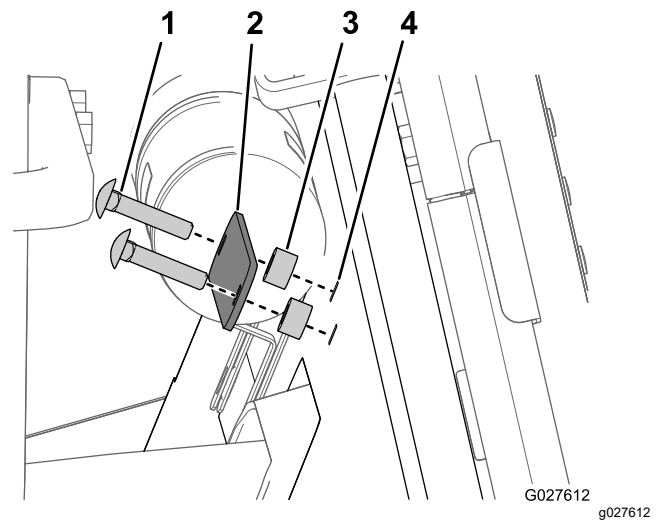

Bild 18
5. Setzen Sie die zwei Schlossschrauben ($\frac{1}{4}$ " x $1\frac{1}{4}$ "), den Riemen und die zwei Distanzstücke ($\frac{1}{4}$ ") in die Löcher ein, die Sie in der inneren Schaumplatte gemacht haben (Bild 18).